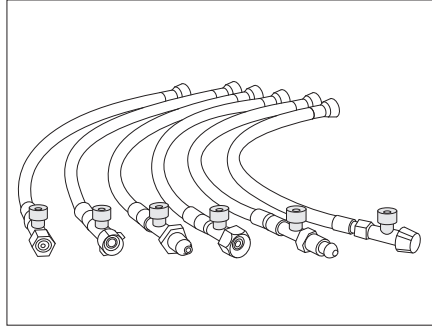

Fig. 181 Tuyaux flexibles haute pression avec sécurité de rupture de flexible (variantes spécifiques de pays)
- Appuyer fermement sur le bouton vert du tuyau flexible haute pression (Fig. 181).